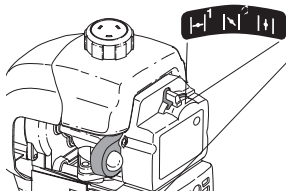

Fig. 7
3. Oprima completamente el cebador y suéltelo 10 veces. Hágalo lentamente. Se deberá ver un poco de combustible en el cebador y en las tuberías de alimentación de combustible (Fig. 7). Si no puede ver el combustible en el cebador, oprímalo y suéltelo tantas veces como sea necesario hasta que vea combustible en el mismo.
4. Coloque la palanca azul en **Posición 1** (Fig. 7).
9. Una vez que se haya calentado el motor, coloque la palanca azul del obturador en la **Posición 3** (Fig. 7). La unidad está lista para usarse.
**SI...** El motor titubea, regrese la palanca del obturador a la Posición 2 (Fig. 7) y siga calentándolo.